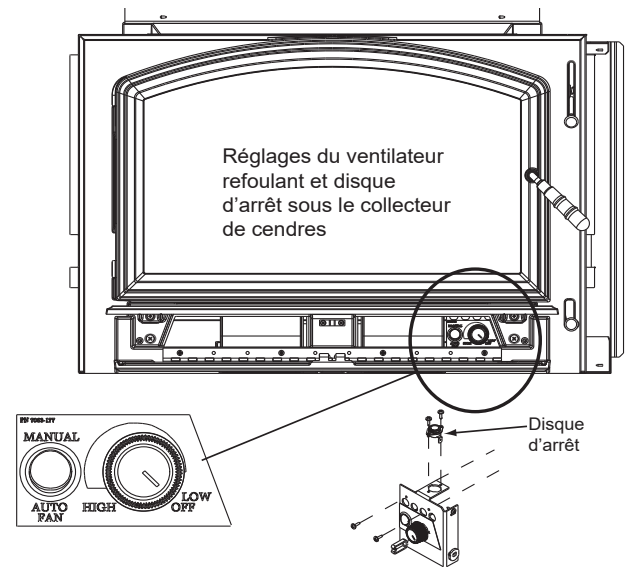

Figure 26.2 Emplacement du disque d'arrêt
3. Localisez le support de montage du disque d'arrêt derrière les commandes du ventilateur refoulant, sur le côté droit, sous le collecteur des cendres (**Figure 26.2**).